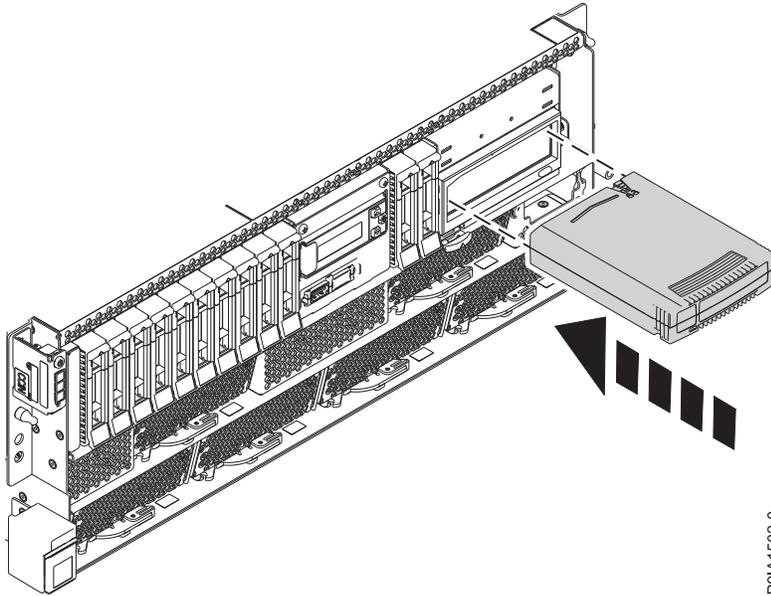

Figura 30. Substituindo a unidade de disco removível RDX interna
2. Insira a unidade de disco removível RDX interna na estação de acoplamento, como mostrado na Figura 30 na página 35.